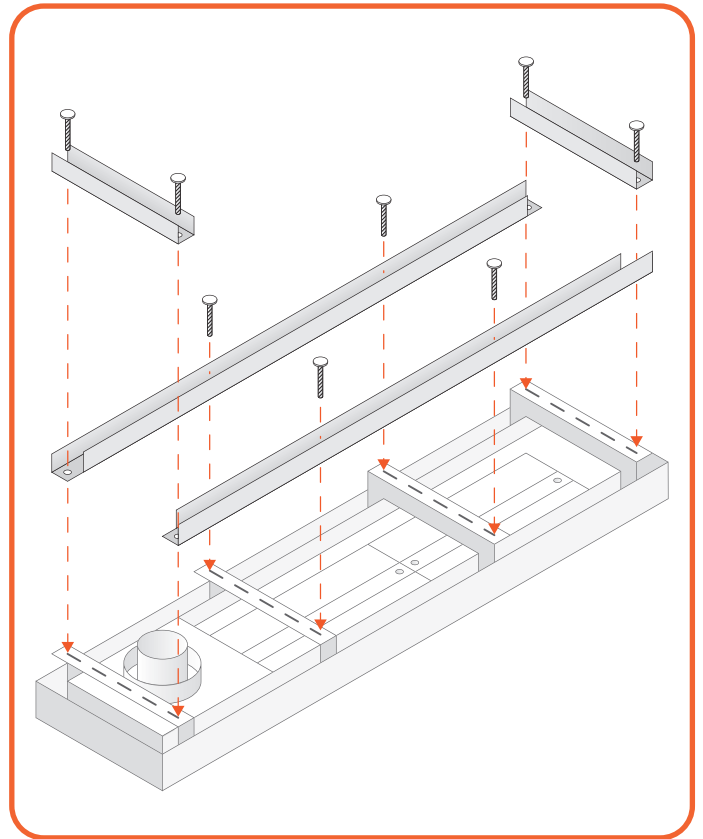
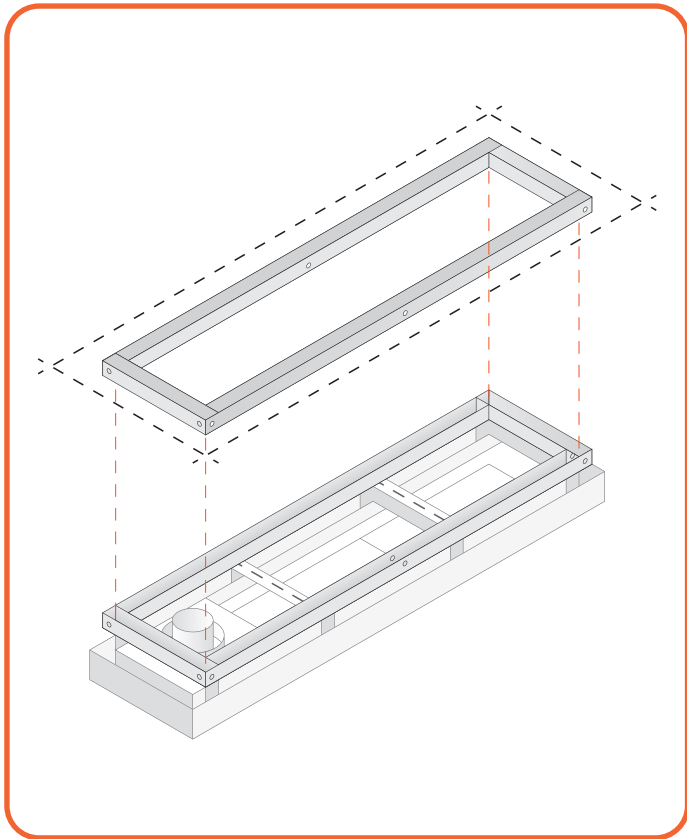

Figura 6.10 - Creare una cornice nella parte superiore del camino
Figura 6.12 -
- Per prima cosa creare una cornice per il camino e una cornice uguale per il soffitto (Figura 6.10 fino a Figura 6.12).